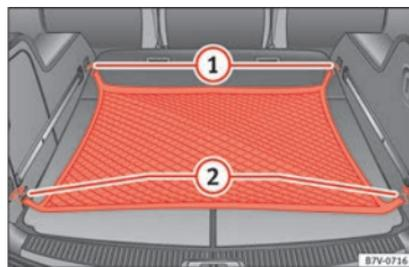

Fig. 173 Na bagageira: rede para bagagem pendurada.
- Engate a rede para bagagem nas argolas de fixação »» Fig. 173 ① e ②.
- Desengate os ganchos da rede para bagagem das argolas de fixação » » » **Fig. 173**